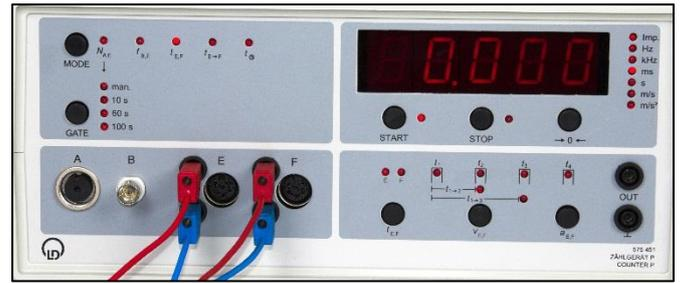

Fig. 8: Zählgerät P bereit zur Messwertaufnahme.
- Auf dem Zählgerät die Knöpfe „STOP“, „ $\rightarrow 0 \leftarrow$ “, und danach „START“ (alle im Feld oben rechts) drücken, um eventuell laufende Messungen anzuhalten, den Speicher zu löschen und eine neue Messung vorzubereiten (siehe Fig. 8).